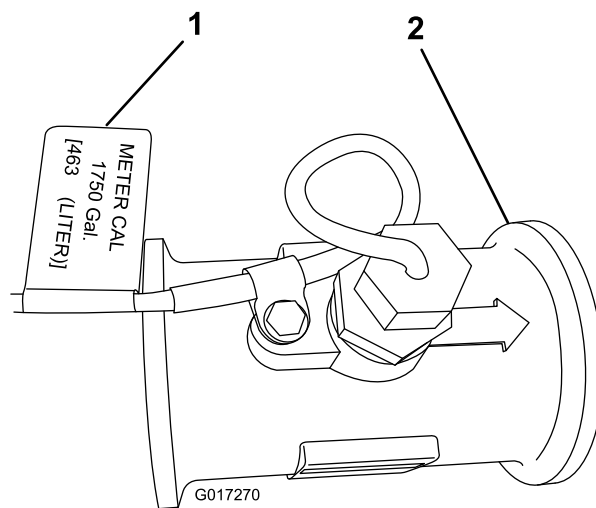

Рисунок 10
**Примечание:** Калибровочное число расходомера (Meter Cal) указано на ярлыке, прикрепленном к кабелю расходомера (Рисунок 10).